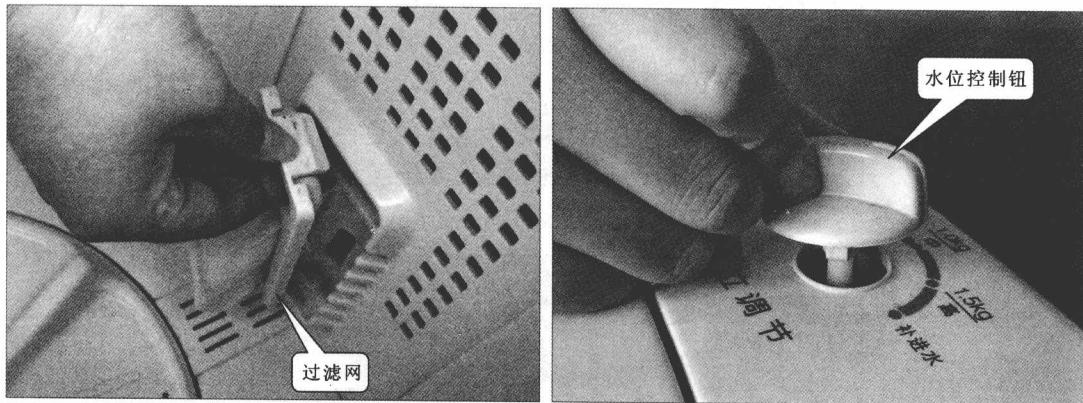

图 1-4 取下过滤网和旋钮
② 在拆卸之前，先将洗衣机内部的过滤网和各个旋钮取下来，如图 1-4 所示。